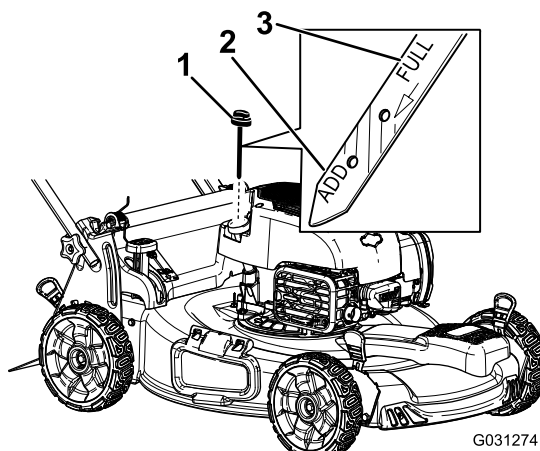

Figure 31
4. Retirez la jauge (Figure 31).
6. Versez de l'huile **lentement** dans le goulot de remplissage pour faire monter le niveau jusqu'au repère du plein (Full) sur la jauge (Figure 31). **Ne remplissez pas excessivement.**